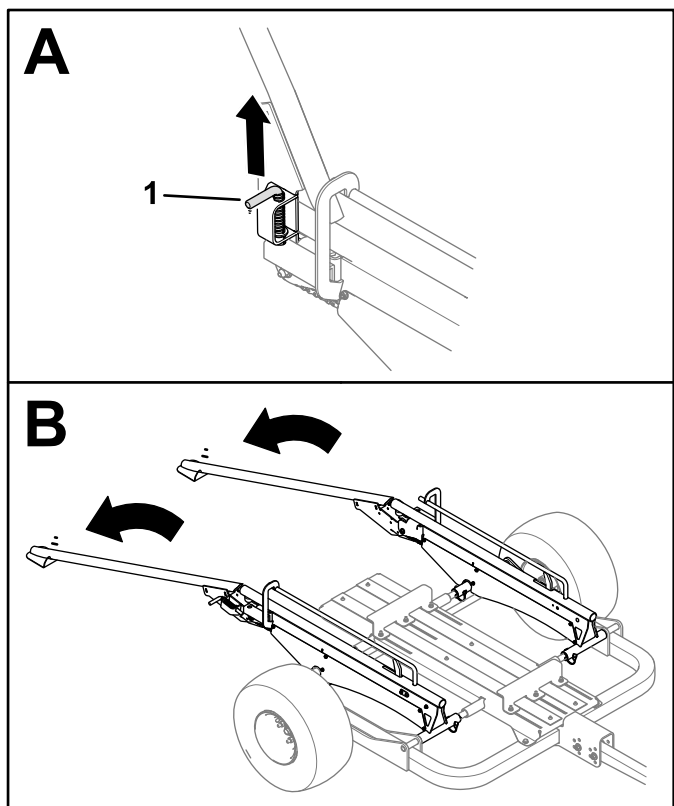

Figura 28
2. Tirate i perni del fermo su entrambi i lati del rimorchio per rilasciare le guide o le rampe e abbassatele al suolo (Figura 28).